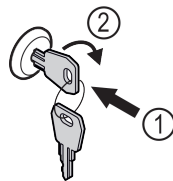

Fig. 171
- ▶ Introduceți cheia prin apăsare Fig. 171 (1).
- ▶ Rotiți cheia cu 90° în sensul acelor de ceasornic Fig. 171 (2).